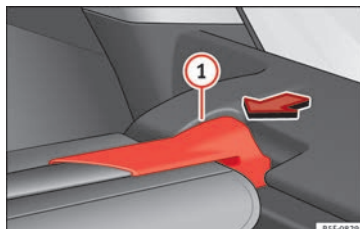

Fig. 162 En el maletero: desmontar la bandeja portaobjetos.
- Presione el soporte de la bandeja portaobjetos » **fig. 162** ① en el sentido de la flecha.
- Encaje el soporte de la bandeja portaobjetos » **fig. 162** ① en el alojamiento derecho.
- Compruebe si el soporte » **fig. 162** ① está encastrado correctamente.